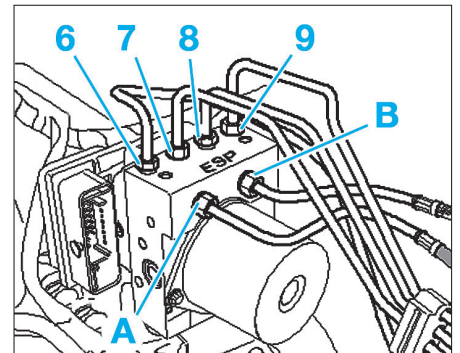

FIG. 30
- A l'aide du pousse-pédale de frein [1], enfoncer la pédale de frein d'au moins 60 mm (Fig.30).